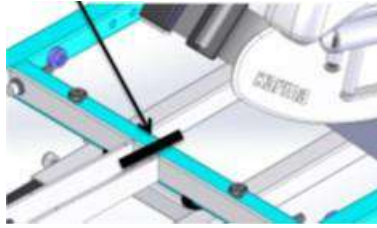

Figura 5-154
- Corte la brida que se utilizará para atar la estructura del asiento y la base de la silla antes de instalar el soporte en la estructura del asiento. (Figura 5-154).